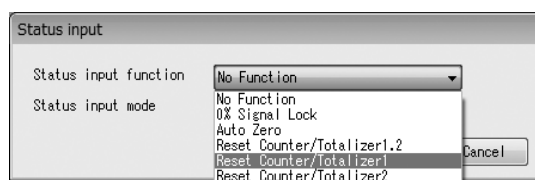

図58
- ③ 図58のように、「Status input function」の右側の矢印をクリックしてドロップダウンリストの中から設定する出力レベルを選択してください。